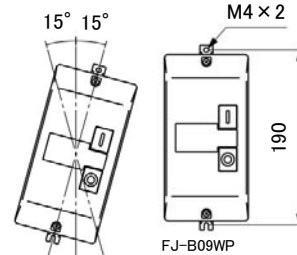
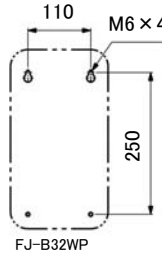

图 2
图 3
- (3) 请使用上下 2 个安装孔 (图 2) 或 4 个安装孔 (图 3) 安装。